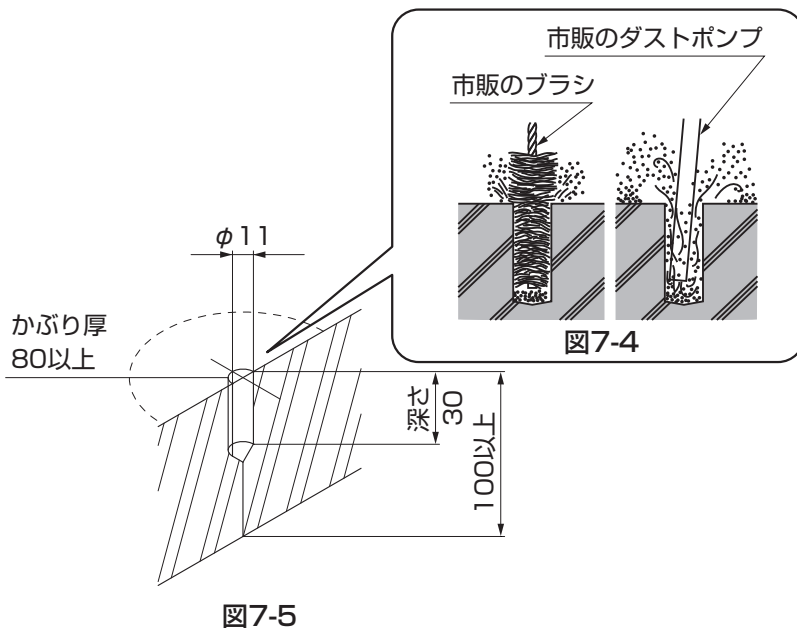

図7-5
- ①引戸本体を取外し、 $\phi 11$ のドリルで基礎部に必要な深さの穴をあけてください。(図7-5参照)